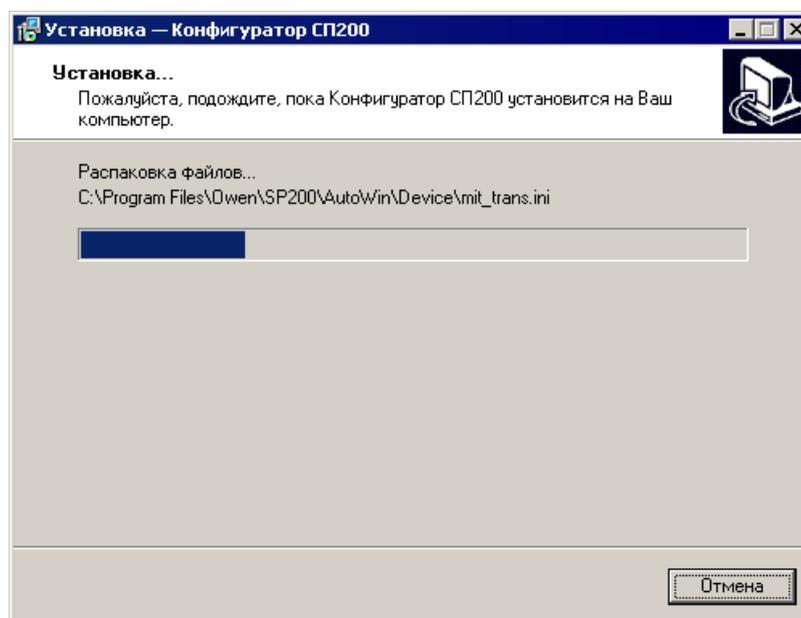

Рисунок 219
6. В шестом окне инсталлятора (см. рис. 219) отображается поле мониторинга процесса установки. По завершении процесса автоматически открывается следующее окно инсталлятора.